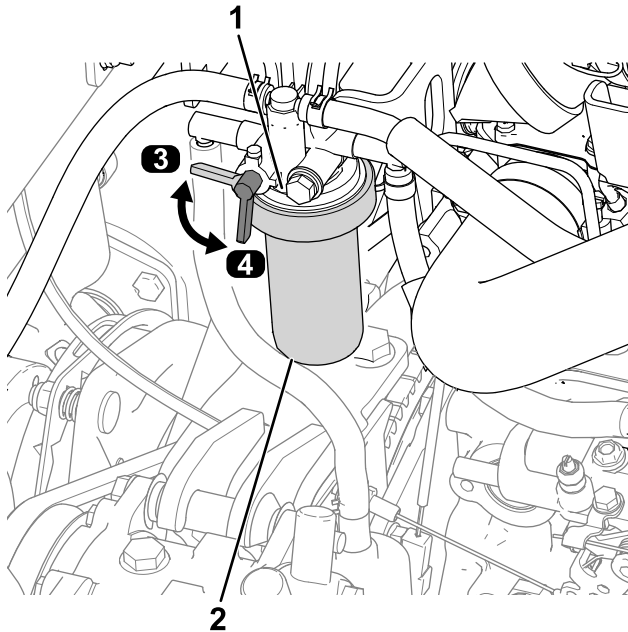

Figura 59
1. Gire la palanca de la válvula de combustible a la posición de CERRADO (Figura 59).
2. Limpie la zona alrededor de la cabeza del filtro de combustible (Figura 59).
3. Retire el filtro y limpie la superficie de montaje de la cabeza del filtro (Figura 59).
6. Gire la palanca de la válvula de combustible a la posición de ABIERTO (Figura 59).